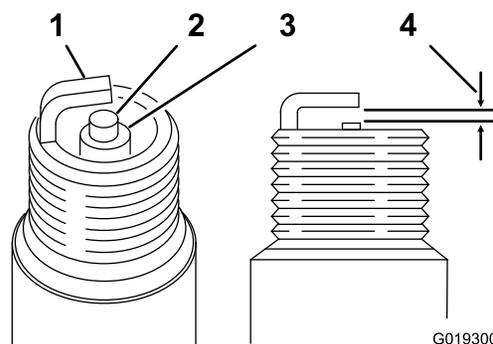

Figure 30
1. Examinez le centre de la bougie (Figure 30). Si le bec isolant est recouvert d'un léger dépôt gris ou brun, le moteur fonctionne correctement.
2. Avec une jauge d'épaisseur, mesurez l'écartement entre l'électrode latérale et l'électrode centrale (Figure 30).